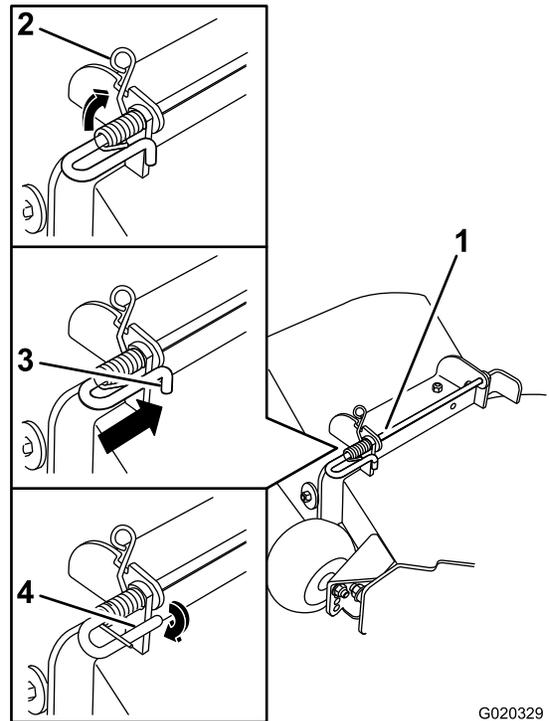

Figure 76
5. Soulevez le côté avec la boucle du ressort et placez-le dans le cran du support de déflecteur (Figure 76).
6. Fixez l'ensemble tige et ressort en le tournant de sorte à pouvoir placer l'extrémité courte de la tige derrière le support avant soudé au tablier de coupe (Figure 76).